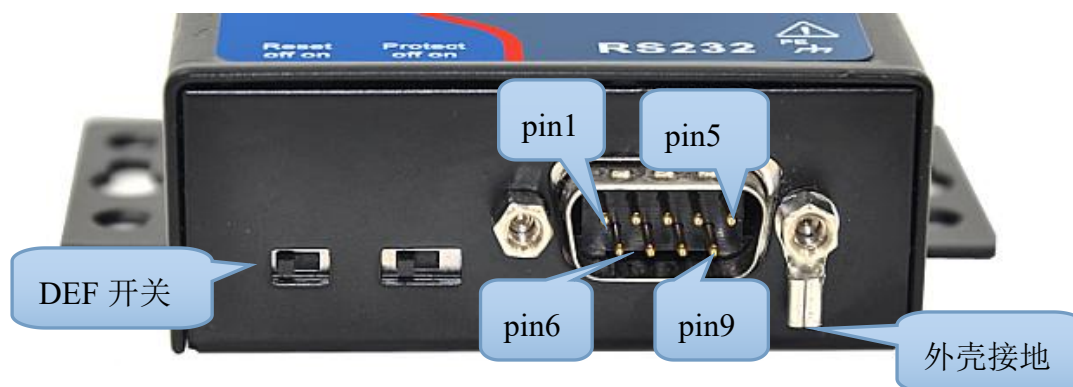

图 5 RS232 接口和拨码
4. **RS232**: 采用 DB9 公头，RS232 的针顺序如图 5 所示。
- 1 复位开关：**又称为 DEF 开关，如图 5 所示。当 DEF 开关为 On 状态（图 5 右边为 On 状态）时，串口服务器启动时将加载默认的参数，拨到 On 状态 5 秒将会使用默认参数重启。默认参数只会影响如下参数：IP 模式改为静态，IP 地址改为 192.168.1.254，子网掩码改为 255.255.255.0，网关为 192.168.1.1。其它波特率等参数不会复位，如需所有参数复位，请使用 ZLVircom 配置工具的“系统默认参数”进行修改。DEF 开关主要用于在忘记 IP 的时候，方便在浏览器中输入 192.168.1.254 对设备重新进行配置。Protect 开关为预留后续使用。